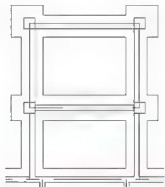

图 5.11 镜像并修剪大放脚
(8) 将左侧两个构造柱的大放脚镜像复制到右侧并进行进一步修剪，结果如图 5.11 所示。